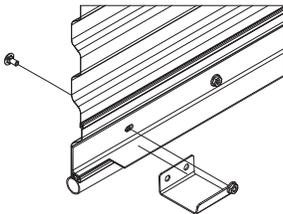

FIGURA 13:
- ▶ Instale un minisujetador en cada extremo en el interior de la barra inferior usando un solo perno de cabeza redonda con cuello cuadrado y tuerca de $\frac{1}{4}$ -20 x $\frac{5}{8}$ ". **Ver figura 13**.